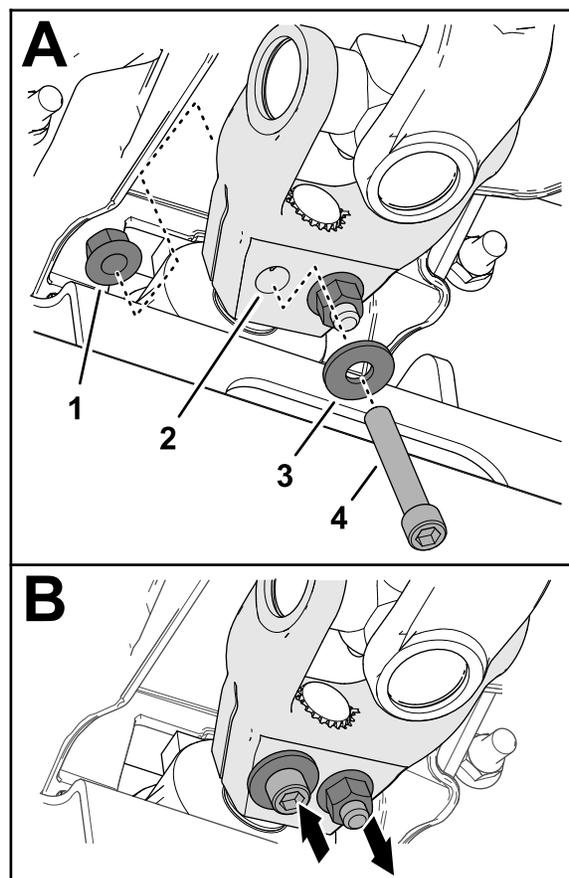

**Рисунок 16**
5. Совместите шлицы вилки ведущего вала со шлицами входного вала навесного оборудования (Рисунок 16) и наденьте вилку на вал.